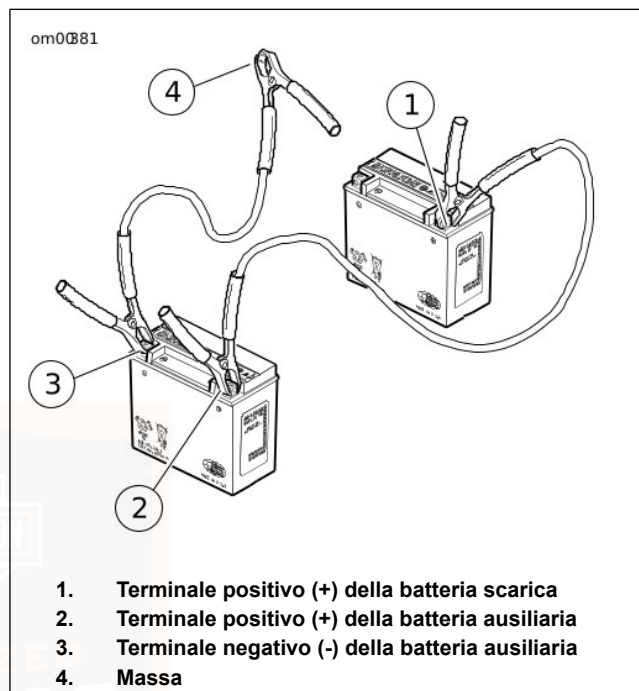

Figura 58. Collegamenti per l'avviamento con cavi ponte
1. Vedere Figura 58. Collegare un'estremità del cavo ponte al terminale positivo (+) (1) della batteria SCARICA.
2. Collegare l'altra estremità dello stesso cavo al terminale positivo (+) (2) della batteria AUSILIARIA.